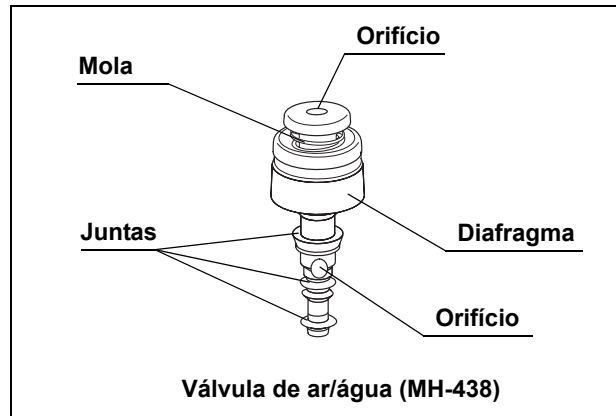

Figura 3.6
Certifique-se de que o orifício superior na válvula de ar/água não esteja entupido (consulte Figura 3.6). Se o orifício estiver entupido, o ar é alimentado continuamente, o que pode provocar dores, hemorragias e/ou perfurações no paciente.
3. Verifique se as vedações da válvula de ar/água apresentam riscos ou cortes excessivos (consulte Figura 3.6).